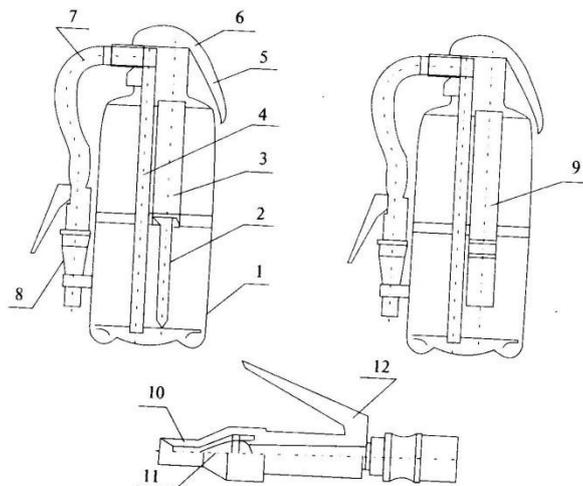

Рис. 2. Огнетушитель порошковый ОП-5.
Порошковый огнетушитель ОП-5 (рис. 2) состоит из корпуса (1), наполненного огнетушащим порошком. На горловине корпуса посредством накидной гайки закреплена головка (6) с бойком. На головку установлены: источник газа - ИХГ поз. 3 (или газогенератор ГГУ поз. 9), сифонная трубка (4), рукоятка запуска (5). Огнетушитель оснащен гибким рукавом (7), пистолетом-распылителем (8), который